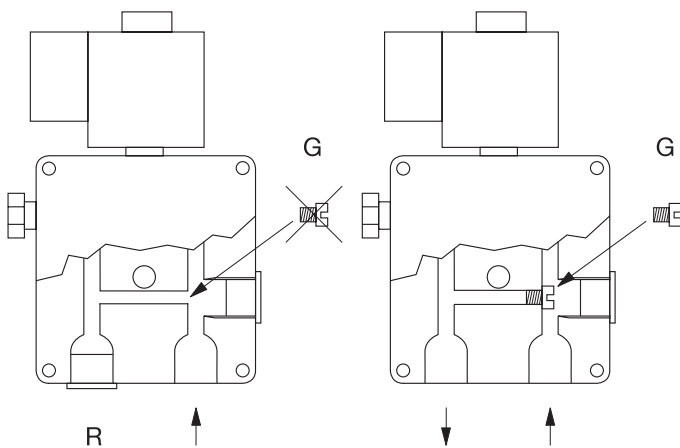

Abbildung 11 / Figure 11
Die Errichtung und Ausführung der Anlage hat nach DIN 4755 zu erfolgen. Örtliche Vorschriften sind zu beachten. Die Ölleitung ist soweit an den Brenner heranzuführen, daß die Ölschläuche zugentlastet angeschlossen werden können. In die Verbindung ist saugseitig ein Ölfilter mit Schnellschlußhahn einzubauen. In die Rücklaufleitung ist ein Rückschlagventil zu installieren. Der Brenner kann im 1- und 2-Rohr-System betrieben werden. Serienmäßig wird der Brenner für 2-Rohr-Systeme geliefert. Das Vakuum in der Saugleitung darf 0,4 bar nicht überschreiten. Bei einer Saughöhe über 3,5 m muß eine Ölförderpumpe eingebaut werden. Beim Betrieb mit Ölförderpumpe oder wenn der Öltank höher liegt als die Brennerpumpe, muß der Brenner im 1-Rohr-System betrieben werden. Wird der Brenner im 1-Rohr-System betrieben, muß an der Brennerpumpe der Rücklauf R verschlossen werden und die Schraube G ist unbedingt zu entfernen (siehe Abb. 11). Der Druck in der Ölleitung darf 1,5 bar nicht überschreiten. Nach Fertigstellung der Ölleitung muß eine Dichtheitskontrolle mit einem Druck von min. 5 bar entsprechend DIN 4755 durchgeführt werden. **Der Brenner darf während der Dichtheitskontrolle nicht angeschlossen sein.**
The construction and installation of the system is to be carried out according to DIN 4755. Local regulations are to be observed. The oil line is to be installed to the burner such that the oil hoses can be connected without any tension. An oil filter with a quick-close valve is to be installed in the connection on the suction side. A return check valve is to be installed in the return flow line. The burner can be operated in a 1 and 2 pipe system. The burner is delivered for a 2-pipe system as standard. The vacuum in the suction line may not exceed 0.4 bar. With a suction height of more than 3.5 m, an oil circulation pump must be installed. With operation with an oil circulation pump or if the oil tank is located higher than the burner pump, the burner must be operated as a 1-pipe system. If the burner is operated as a 1-pipe system, the return flow R must be closed at the burner pump and screw G must be removed (see fig. 11).
- Vérifier et éventuellement régler les références de position des électrodes d'allumage (Cf. fig. 11). Mettre ensuite le brûleur en position de service et visser la vis de service.
La construction et l'installation du système doivent être réalisées conformément aux normes DIN 4755. Respecter les prescriptions locales. La conduite de fioul doit être amenée suffisamment près du brûleur pour que les tuyaux puissent être raccordés sans contraintes. Dans la conduite, côté aspiration, monter un filtre à fioul muni d'un robinet à fermeture rapide. Installer une soupape de retenue dans la canalisation de retour. Le brûleur peut fonctionner avec le système à 1 ou à 2 conduites. En série, le brûleur est prévu pour fonctionner avec un système à deux conduites. Le vide dans la conduite d'aspiration ne doit pas dépasser 0,4 bar. En cas de puissance d'aspiration supérieure à 3,5 m, il faut monter une pompe d'alimentation de fioul. En cas de fonctionnement avec une pompe de circulation, ou lorsque la cuve à fioul est placée plus haut que la pompe du brûleur, le brûleur doit fonctionner sur la système à une conduite. Lorsque le brûleur fonctionne sur le système à une conduite, la canalisation de retour R doit être fermée sur la pompe du brûleur, et il faut impérativement retirer la vis G (Cf. fig. 11).